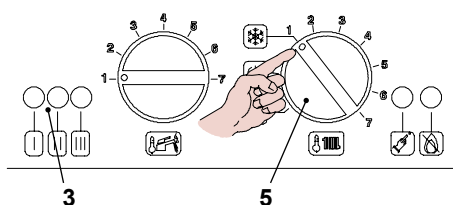

Figura 2.2
- Alimentate elettricamente la caldaia azionando l'interruttore bipolare previsto nella installazione; la lampada di segnalazione 3 in Figura 2.2 fa un breve lampeggio circa ogni 4 secondi.
- Ruotate il selettore 5 come in Figura 2.2; la lampada di segnalazione 3 lampeggia ad intermittenza circa ogni secondo.